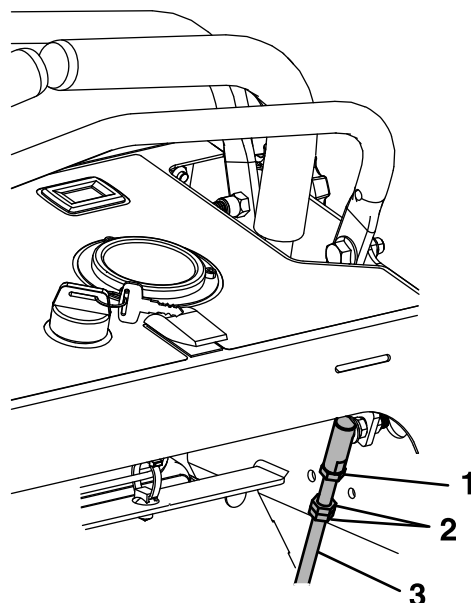

Figura 45
6. Afloje la contratuerca superior de la base de la articulación esférica, como se muestra en la Figura 45. Ajuste la longitud de la varilla de control girando las dos contratuercas. Para aumentar la distancia, gire la varilla de control en sentido antihorario. Para reducir la distancia, gire la varilla de control en sentido horario.
5. Afloje la contratuerca superior del extremo superior de la articulación esférica de la palanca que debe ser ajustada (ver la Figura 45).